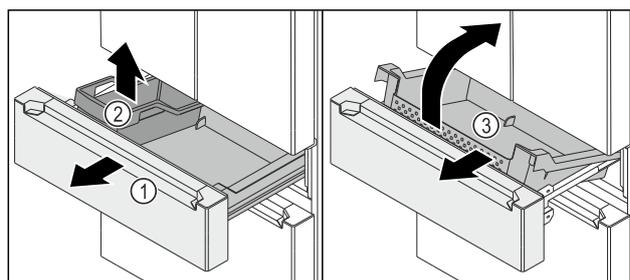

Fig. 141
- ▶ Sortir le chariot à glissière Fig. 141 (1) jusqu'en butée.
- ▶ Retirer la FlexBox Fig. 141 (2).
- ▶ Soulever l'avant du bac Fig. 141 (3).
- ▶ Retirer le bac Fig. 141 (3) par l'avant en l'inclinant.